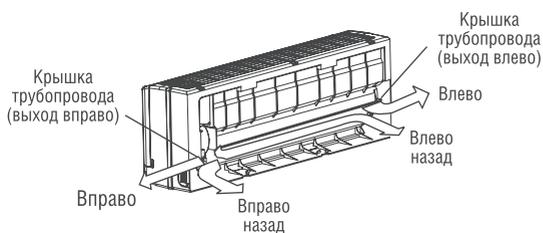

Рис.5
1. Для подключения трубопровода к внутреннему блоку справа или справа сзади снимите заглушку с левой стороны задней крышки. Объясните пользователю, что заглушку нужно сохранить на тот случай, если кондиционер в будущем установят в другое место (рис. 5).